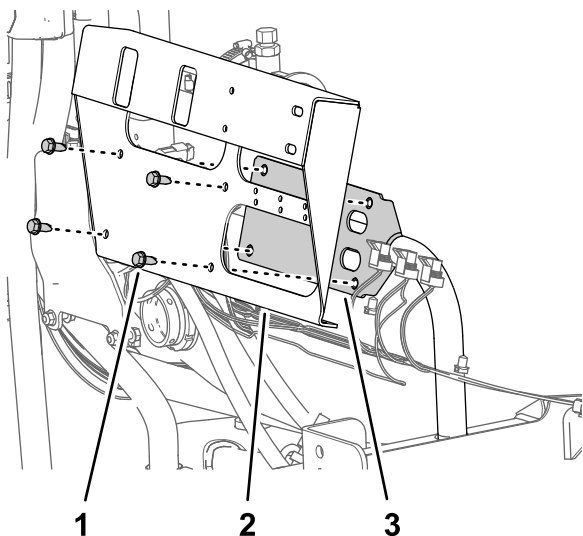

Figura 71
3. Rimuovete le 4 viti a testa flangiata (5/16" x 3/4") che fissano la staffa della valvola di sezione dal supporto della valvola e rimuovete la staffa della valvola dalla macchina (Figura 71).